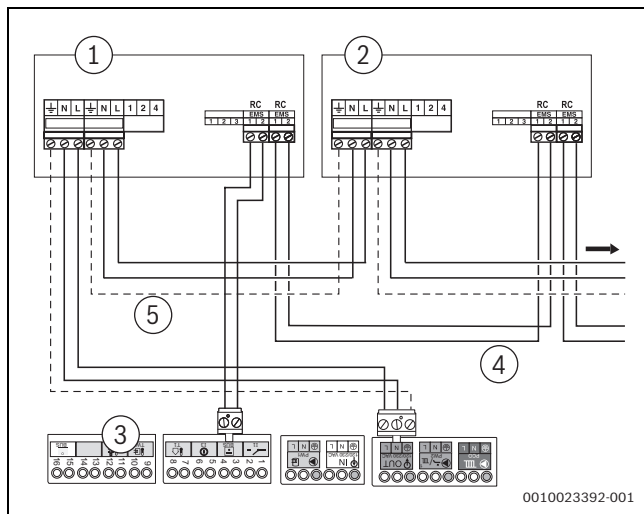

Bild 58 Anschluss mehrerer Funktionsmodule
- EMS-Busanschluss des ersten Moduls für das zweite Modul verwenden. Hierzu das mit dem Modul mitgelieferte Kabel verwenden (→ Bild 58, [4]).
- 230 V_{AC} Netzkabelanschluss des ersten Moduls für das zweite Modul verwenden. Hierzu das mit dem Modul mitgelieferte Kabel verwenden (→ Bild 58, [4]).